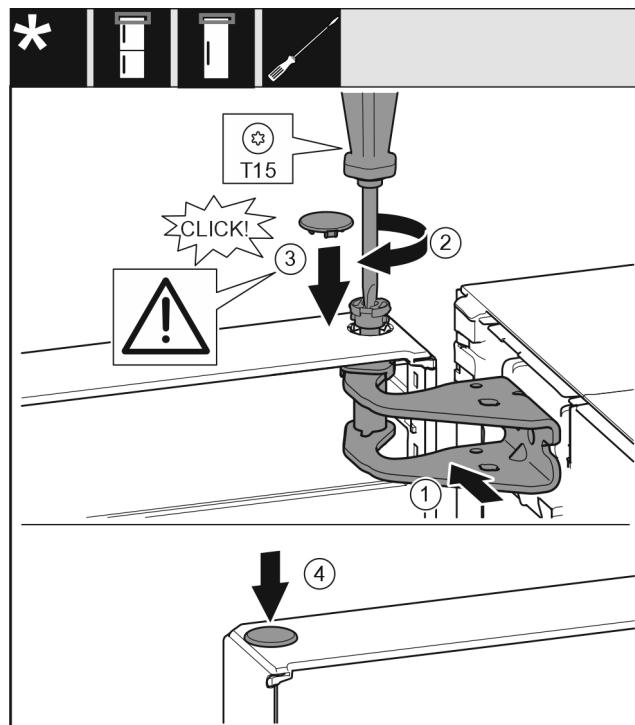

Fig. 19
- Vrata zgoraj naravnajte k odprtini v ležajnem podstavku. Fig. 19 (1)
- Vstavite sornik in ga privijte z izvijačem T15. Fig. 19 (2)
- ▶ Montirajte varovalni pokrov za varovanje vrat: Vstavite varovalni pokrov in preverite, če se narega na vrata. V nasprotnem primeru sornike vstavite v celoti. Fig. 19 (3)
- ▶ Vstavite čep. Fig. 19 (4)